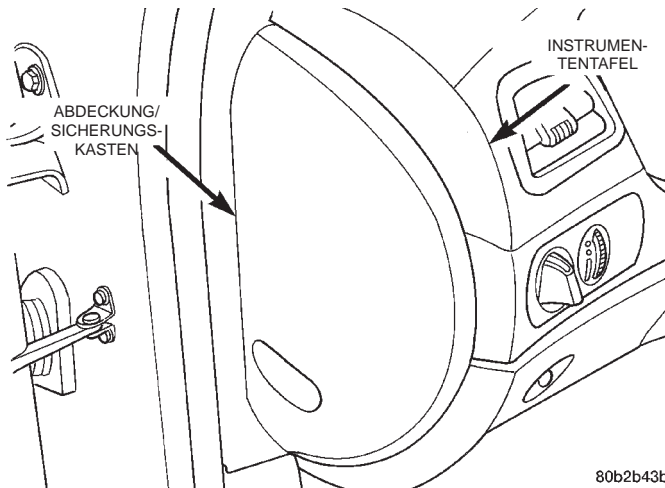

Abb. 62 Abdeckung/Sicherungskasten
(2) Fahrzeug gut abgestützt auf Unterstellböcke heben oder mit einem am Rahmen anzusetzenden Wagenheber anheben. Siehe Abschnitt zum Anheben des Fahrzeugs im Kapitel "Schmierung und Wartung" in diesem Werkstatthandbuch für das bei diesem Fahrzeug anzuwendende Verfahren.
(3) Die Einstellmutter/Feststellbremsen-Spannvorrichtung, die sich vor dem hinteren Querträger befindet, lösen, bis die Seilzüge nicht mehr gespannt sind.
(4) Den Verbinder zwischen vorderem und mittlerem Seilzug lösen.
(5) Fahrzeug auf den Boden absenken.
(6) Die Türschwellerabdeckung auf der Fahrerseite ausbauen.
(7) Die Fußraumverkleidung auf der Fahrerseite ausbauen.
(8) Die Abdeckung des Sicherungskastens von der linken Seite der Instrumententafel lösen (Abb. 62).